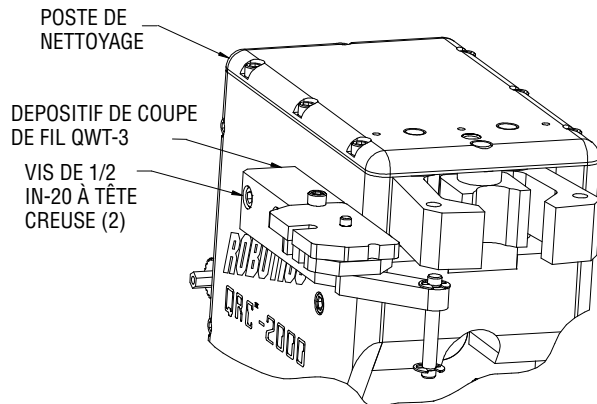

Figure 2: Dispositif de Coupe de Fil Monté Sur le Poste de Nettoyage
2. Monter le dispositif de coupe de fil sur le poste de nettoyage QRC™-2000 au moyen des vis de 1/4 in-20 x 1 in de long à tête creuse fournies. Voir la Figure 2.